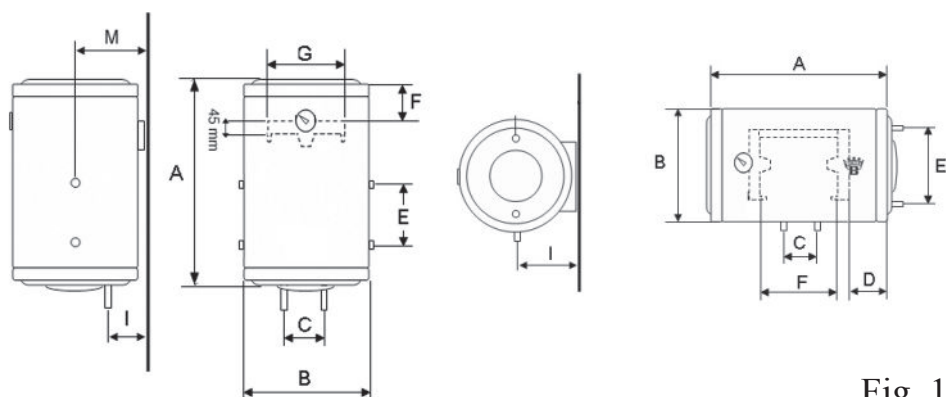

Fig. 1
- seguire scrupolosamente le avvertenze generali e le norme di sicurezza elencate all'inizio del testo, attenendosi obbligatoriamente a quanto indicato. La gamma degli scaldacqua comprende modelli predisposti per il montaggio VERTICALE o ORIZZONTALE (fig.1).
L'apparecchio è provvisto di una valvola idraulica di sicurezza contro le sovrappressioni tarata a 0,8 MPa (8 bar) (fig.3). Avvitare al tubo di ingresso dell'acqua, contraddistinto da un collarino di colore blu, un raccordo a "T"; avvitare, quindi, da un lato un rubinetto per lo svuotamento manovrabile solo con un utensile (fig.1/1-B), dall'altro la valvola di sicurezza (fig.1/1-D).